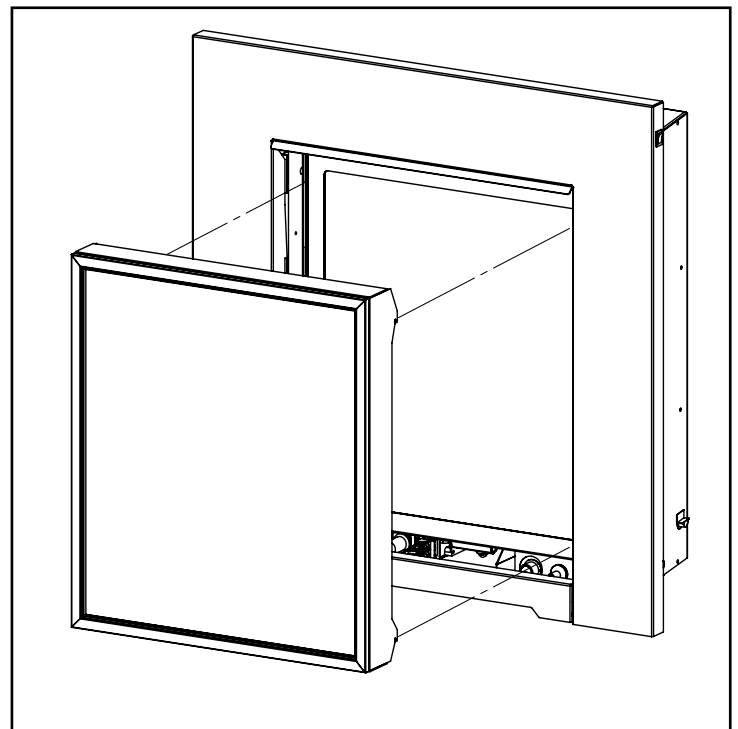

Figure 63: Installation Ecran de sécurité sur les supports.
2. Soulevez la face debout devant la cheminée avec les quatre (4) crochets pointant vers la cheminée. Faites glisser les crochets dans les supports correspondants de chaque côté de l'armoire (voir figure 63). Veiller à ce que les crochets sont en sécurité avant de libérer l'écran de sécurité.